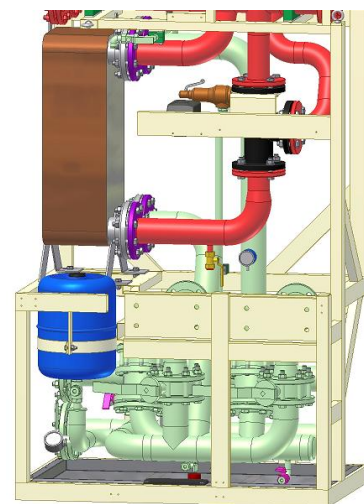

Рис. 6.2-2
1. Слейте жидкость из первичного и вторичного контуров. Жидкость вторичного контура сливается через кран V233 (обозначен желтым цветом на рис. 6.2-2). Жидкость первичного контура сливается через краны V230 и V231 (см. схему размещения трубопроводов и КИП на рис. 4.2-2).